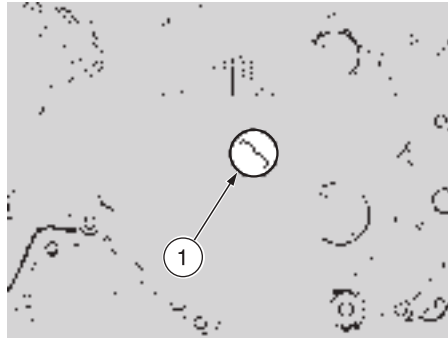

Fig. 17
- ♦ Desenrosque el tapón (1-Fig.17) con un destornillador o una moneda.
- ♦ Enrosque de nuevo el tapón (1-Fig.17).